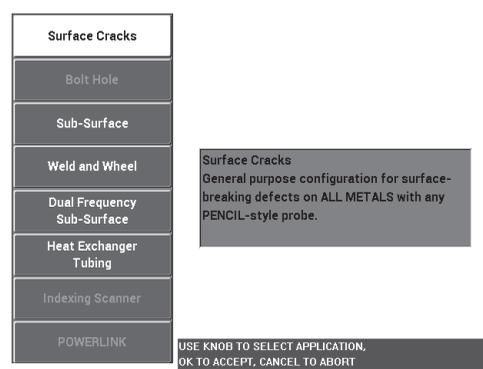

Figura 5-91 Aplicación para grietas superficiales
2. Pulse una sola vez la tecla de menú ADV SETUP (🔧), después, seleccione el parámetro **APPL SELECT** (tecla de función A) para abrir el menú de selección de aplicaciones. Seleccione la opción **Surface Cracks** (grietas superficiales) con la rueda de ajuste y, después, pulse la tecla ✓ para aceptar la selección. Vea la Figura 5-91 en la página 210.